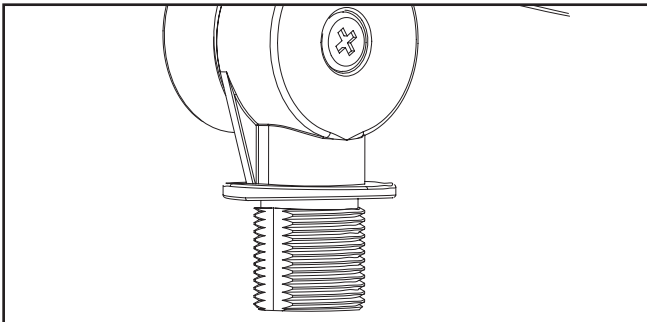

Figure 1.
1. Desserrez la vis au centre de la rotule avec le tournevis à tête cruciforme. Ajustez la position et l'angle de la tige de la rotule. Serrez la vis au centre à un couple de 1,0 Nm (9 po-lb) pour le petit Tracer ou à 1,9 Nm (17 po-lb) pour le grand Tracer. (Figure 1.)